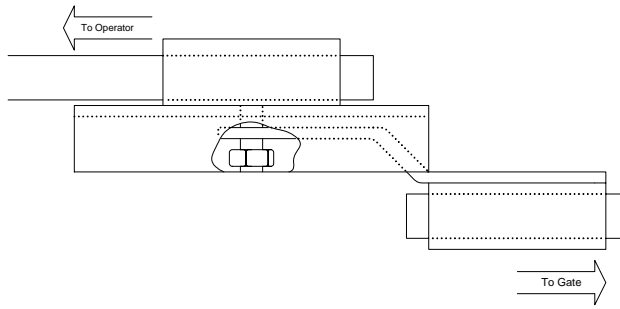

Figura 16
4. Resbale el ensamblaje del conector (Figura 16) sobre el brazo de manivela de modo que el reborde sea lejos del portón.